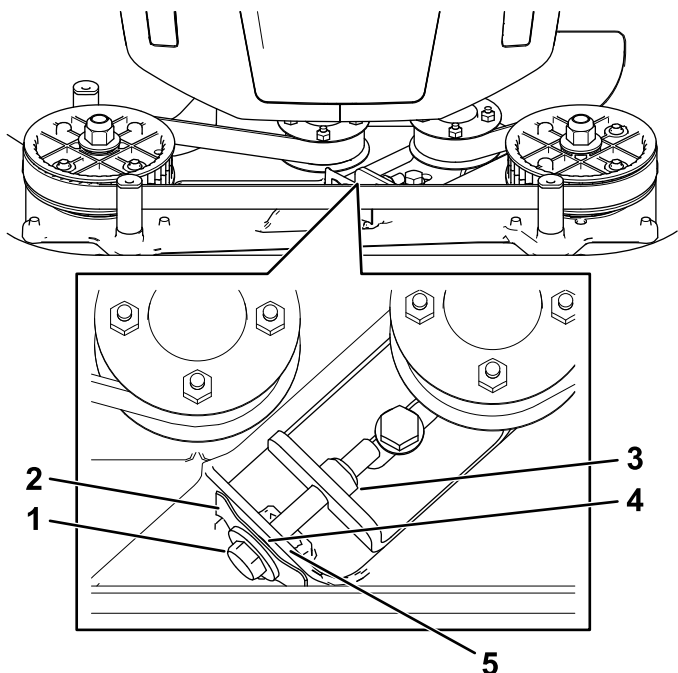

Figure 25
**Remarque:** Si un espace est visible entre la jauge et le ressort, serrez le boulon et l'écrou de réglage jusqu'à ce que le papier puisse à peine passer dans l'espace (Figure 25).